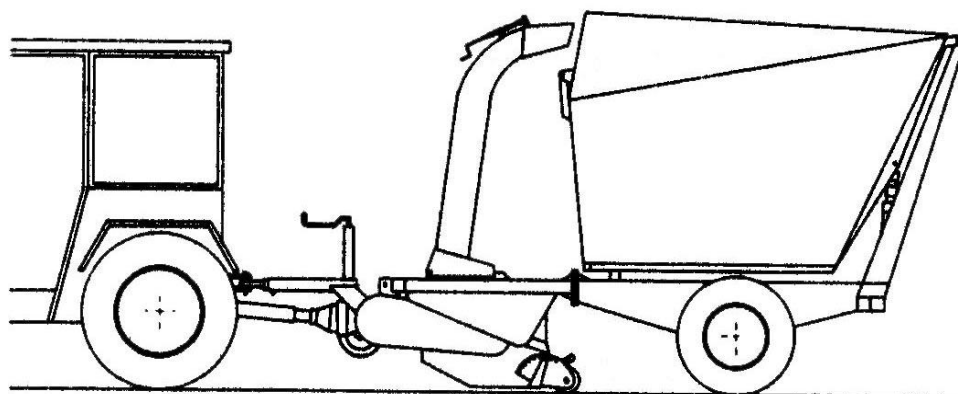

Fig. 9.
1. Længdetilpasning og udmåling af PTO-akslen foretages når maskinen er monteret i traktorens trækgafler. (Fig. 9)